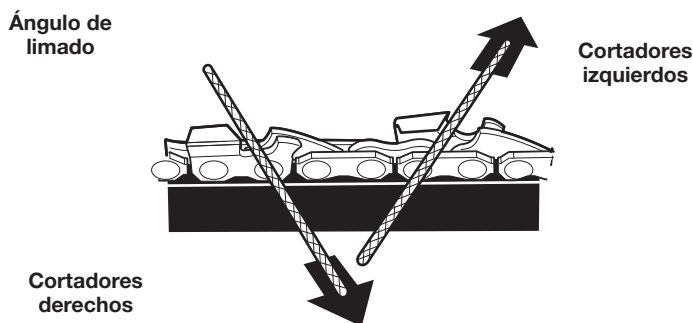

Fig. 37
- Lime hacia el ángulo delantero del cortador (Fig. 37). Levante la lima del cortador en el extremo del recorrido hacia adelante. Lime únicamente en el recorrido hacia adelante.
- Lime todos los cortadores izquierdos en una dirección (Fig. 37). Después lleve la lima al otro lado de la cadena y lime todos los cortadores del lado derecho en la dirección opuesta (Fig. 37).